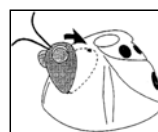

Figure 2
2. **Installation de la tête** – Insérer la patte de fixation du bas de la tête dans son logement correspondant sur le corps du nettoyeur. Faire basculer ensuite le haut de la tête vers l'arrière. Aligner le clip avec le trou du dessus. Appuyer jusqu'à ce que la tête se verrouille à sa place (Voir la Figure 2).